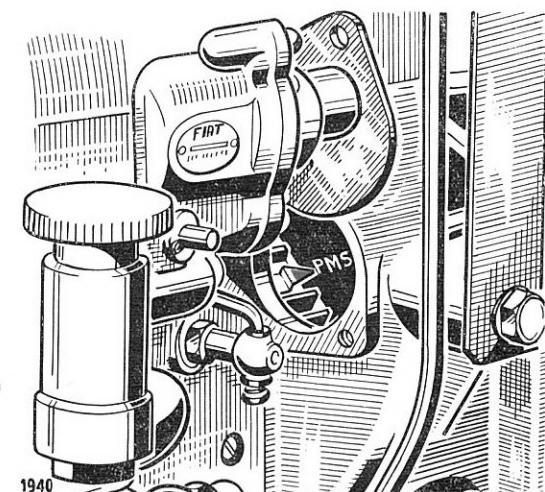

FIG. 27. — Repère sur le volant indiquant le P.M.H. des pistons N. 1 et 4.
- Faire virer le vilebrequin jusqu'à ce que le repère **PMS 1-4** du volant corresponde avec l'index fixe (fig. 27).